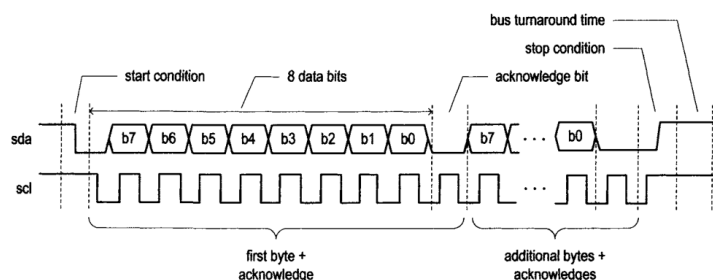

Figura 1: Diagrama de tiempos genérico de una transferencia por I^2C
El diagrama de tiempos de una típica transferencia de datos se muestra en la figura 1. Ambas lineas estan en alto cuando el bus esta en estado “inactivo”. El master inicia la transferencia creando una condición de arranque (S), en la cual SDA cambia de alto a bajo mientras que SCL se mantiene en alto. Luego genera la señal clock sobre SCL. Dependiendo del tipo de transacción, o el maestro o el esclavo seleccionados introducen datos sobre SDA. Los datos deben ser estables cuando SCL este en alto y el cambio de dato solo puede ocurrir cuando SCL este en bajo. Estas definiciones aseguran que tanto las condiciones de arranque como parada nunca puedan ser confundidas como datos.